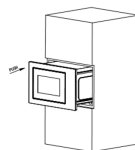

Fig. 1
1. Așezați cuptorul cu microunde în dulapul de încorporat și împingeți-l până la capăt. (Fig. 1)